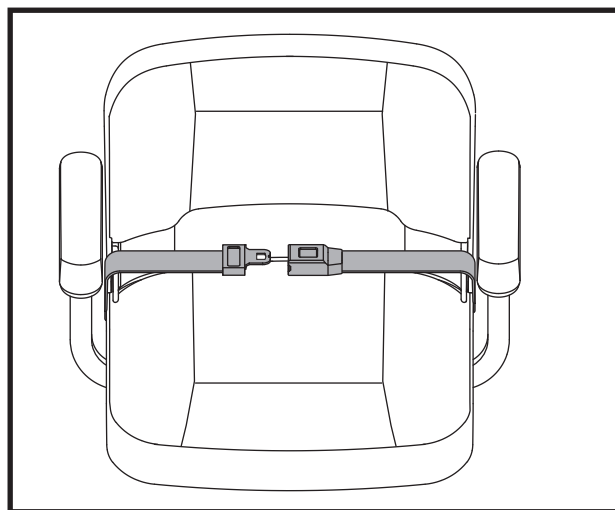

Figure 24. Ceinture de positionnement—De type attache in métal
1. Insérez l'onglet de la ceinture côté droit dans la boucle de ceinture côté gauche jusqu'à ce que vous entendiez le "clic". **Voir la figure 24.**